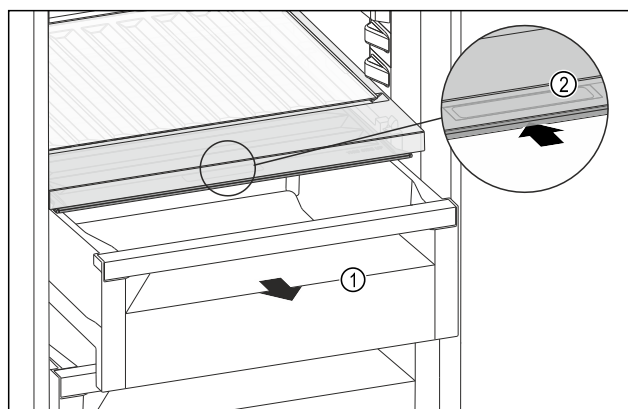

Fig. 231
- Estrarre il cassetto Fig. 231 (1).
- Afferrare la maniglia incassata Fig. 231 (2) sul coperchio dello scomparto e spingere allo stesso tempo all'indietro il coperchio dello scomparto.